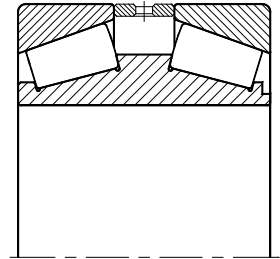

Abb. 2.14
**Zweireihige Kegelrollenlager** (Abb. 2.14) sind ebenfalls einbaufertige Lagereinheiten und bestehen zumeist aus einem Innenring mit 2 Rollenreihen in X-Anordnung und einem mehrteiligen Außenring. Zweireihige Kegelrollenlager gehören zum Bedarfsserienprogramm und sind auf Anfrage lieferbar.